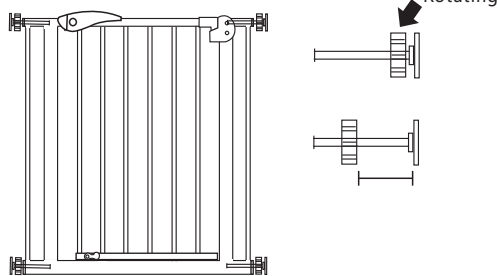

Figure 2-2
2. Rygiel można włożyć od dołu bezpośrednio do otworu w poręczy drzwi, a dostępną długość rygla można kontrolować, obracając odległość między dwoma pierścieniami (patrz rysunek 2-2 schematu).
2. The bolt can be inserted to the bottom directly into the door railing hole, and the available length of the bolt can be controlled by rotating the distance between the two rings (see Figure 2-2 of the schematic).